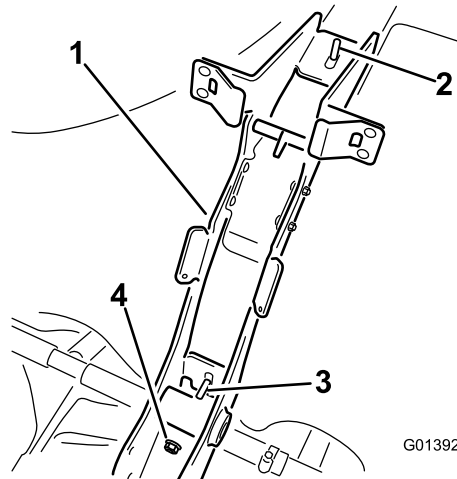

図 4
7. メインサポートフレームをタンク固定ベルトに固定する 図 4フランジロックナット 3/8 インチ 2個を使用する。